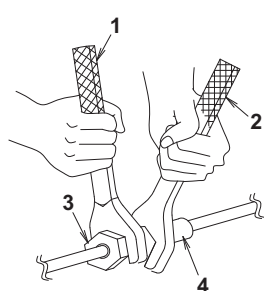

Bild 21
- När du ansluter rör till enheten ska du använda en skruvnyckel och en momentnyckel enligt **bild 21**. Dimensioner för kragdelen och åtdragningsmomentet finns i tabell 1.
När all hårdlödning är slutförd gör du kragkopplingen med inomhusenheten. **(Se bild 21)**